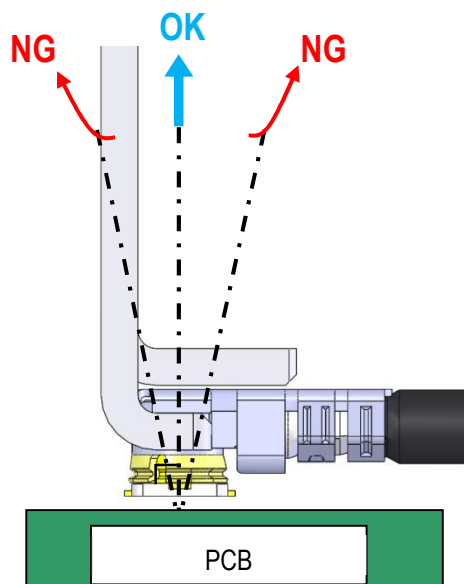

Fig.10
- ・治具は必ず基板と垂直に引き上げてください。(Fig.10)